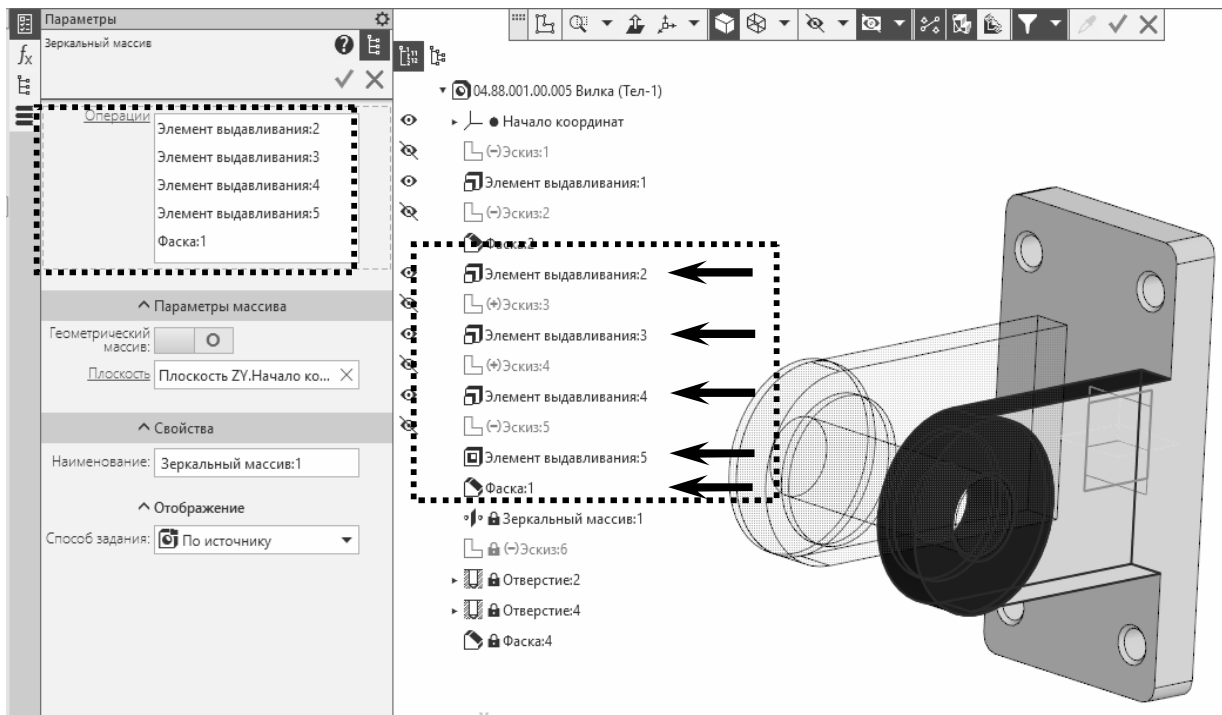

Рис. 2.14. Выбор операций для зеркального массива
3. Нажмите клавишу **Ctrl** и укажите **операции выдавливания 2–5**, которые сформировали проушину с двумя бобышками и внутренним отверстием, а также **фаску 1**. Результат представлен на рис. 2.14.